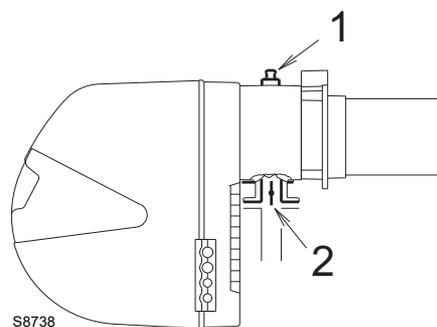

Fig. 26
Pression gaz mesurée à la prise 1)(Fig. 26), avec:
Perte de charge du papillon à gaz 2)(Fig. 26) avec ouverture maximale: 90°.
- soustraire de la pression du gaz à la prise 1)(Fig. 26) la pression chambre de combustion.
Par contre, pour connaître la pression du gaz nécessaire à la prise 1)(Fig. 26), après avoir fixé la puissance maximale de fonctionnement du brûleur:
- Lire la pression à la prise 1)(Fig. 26) sur la droite, colonne 1.
pression nécessaire à la prise 1)(Fig. 26).